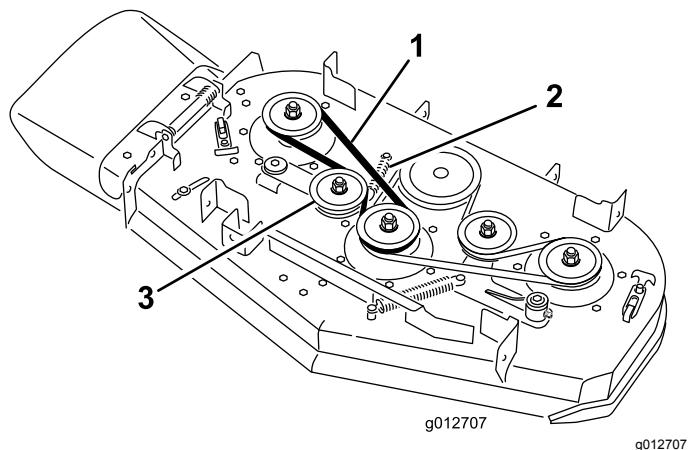

Figura 64
- Retire la correa de la carcasa derecha del cortacésped (Figura 64).